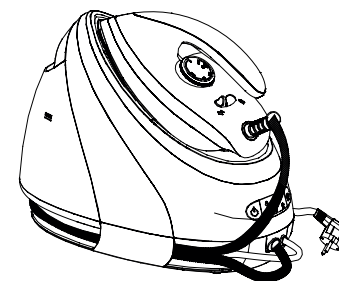

ABBILDUNG 5
4. Setzen Sie das Bügeleisen auf seine Ablage (beziehen Sie sich auf den Abschnitt „Verriegelungssystem des Bügeleisens“). **Lassen Sie die Dampfbügelstation vollständig abkühlen (Bügeleisen und Boiler), bevor Sie sie an einen sicheren Ort wegräumen.** Wickeln Sie das Netzkabel und den Dampfschlauch um die Station, um sie zu verstauen (siehe nebenstehende Abbildung 5).